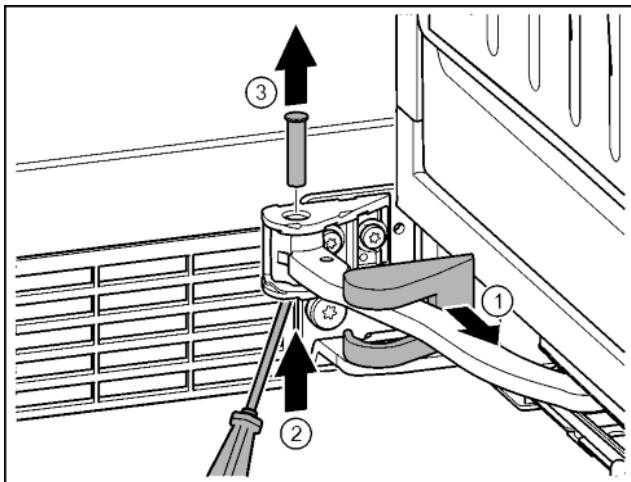

Fig. 15
► Снять крышку опорного кронштейна и переместить вдоль шарнира. Fig. 15 (1)
► Рукой или отверткой приподнять палец снизу. Fig. 15 (2)
► Вставить отвертку под головку пальца и вытащить его. Fig. 15 (3)